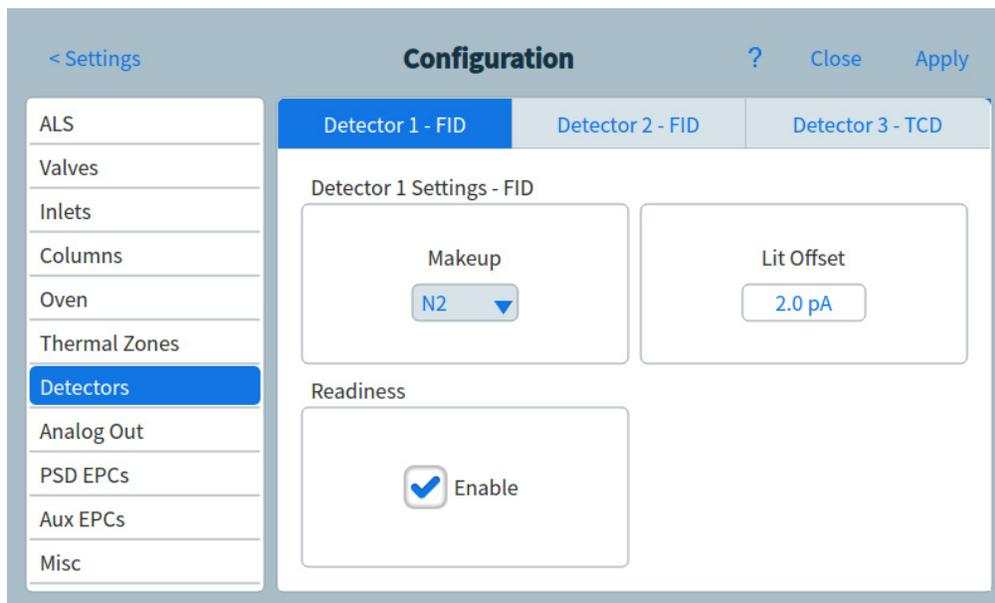

Figure 57. Page Détecteurs
- 1 Sélectionnez **Paramètres** > **Configuration** > **Détecteurs**, puis sélectionnez l'onglet pour le détecteur à configurer.. Voir **Figure 57**.